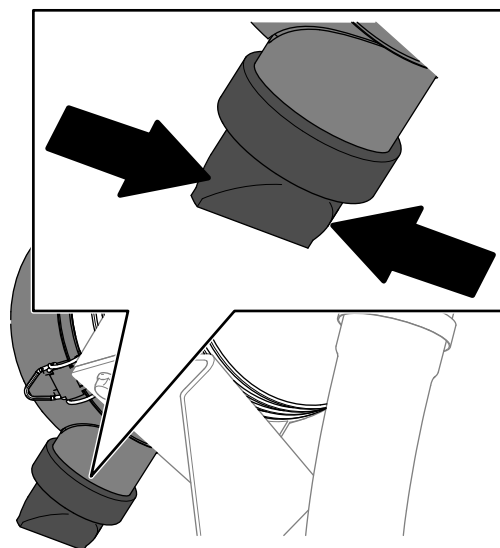

Figure 114
5. Pressez la valve d'éjection des poussières (Figure 114).